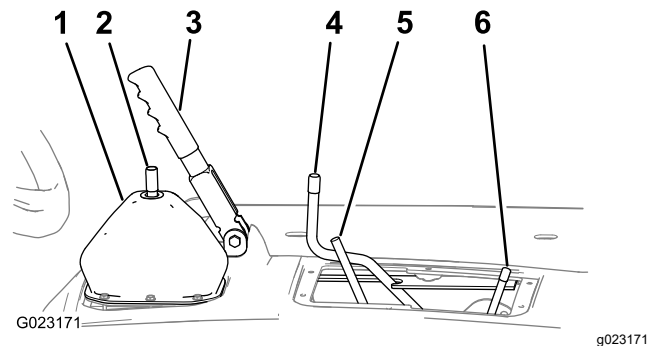

Figura 11
1. Inserite il freno di stazionamento (Figura 11).
2. Spostate l'asta di bloccaggio del differenziale in avanti e a destra per bloccarla nella posizione inserita (Figura 11).